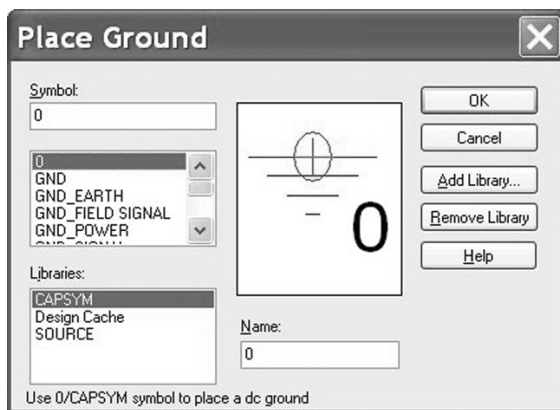

图 1.27 放置 0V 地符号
4. 通过以下几种方式放置地符号：选择菜单 **Place > Ground**（或者按 G 键）、单击图标  或者 、从 capsym. olb 库中选择 0V 符号（见图 1.27）。